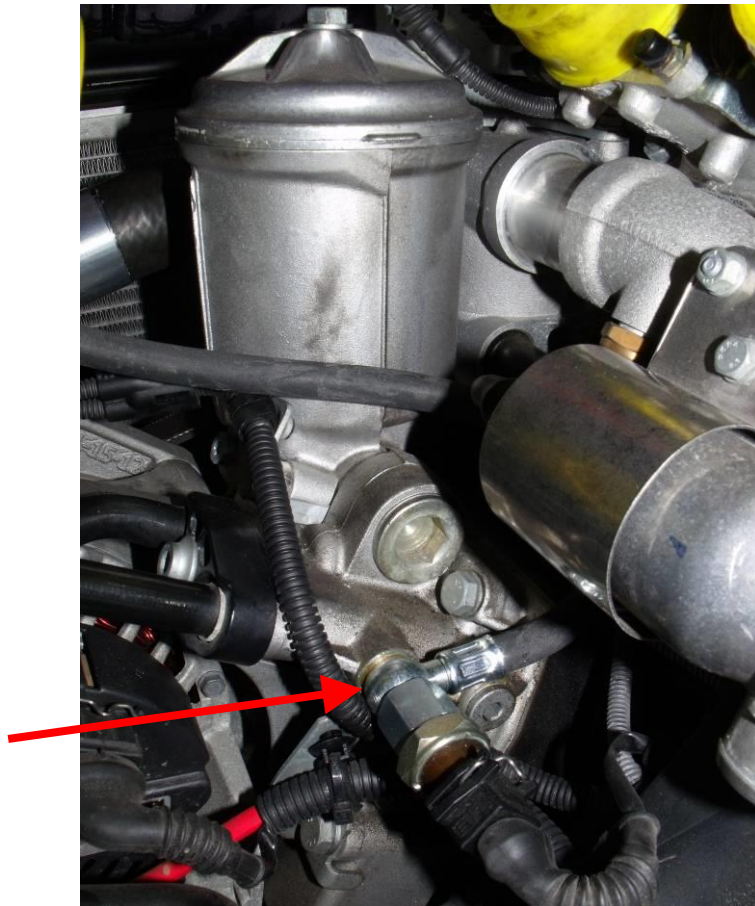

Abbildung 7
- Ölzulaufschlauch zwischen Druckanschluss und serienmäßigen Druckschalter am Ölfiltergehäuse montieren (Abbildung 7)